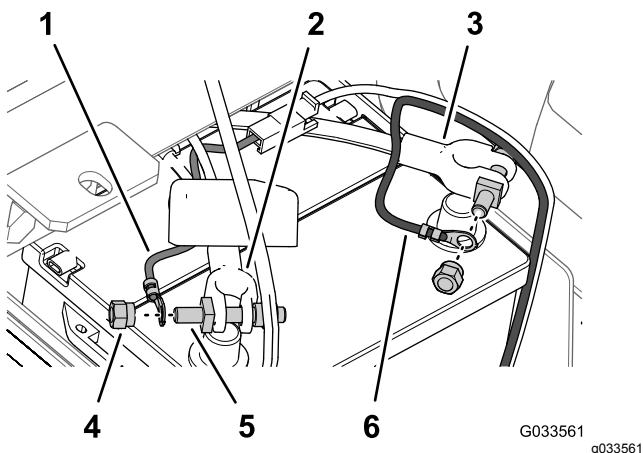

Figure 31
6. Avec un écrou de serrage, fixez la borne en anneau du fil fusible (faisceau du pulvérisateur) à la tige du boulon de borne que vous avez monté sur le câble positif de la batterie (Figure 31).
7. Avec un écrou de serrage, fixez la borne en anneau du câble négatif (noir – faisceau du pulvérisateur) à la tige du boulon de borne que vous avez monté sur le câble négatif de la batterie (Figure 31).